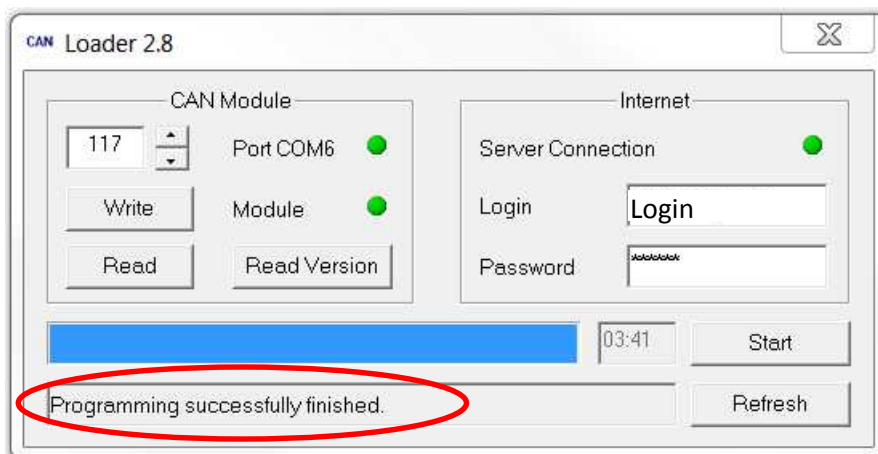

Рис.5
- при окончании загрузки появится надпись: **Programming successfully finished** (см. рисунок 5)